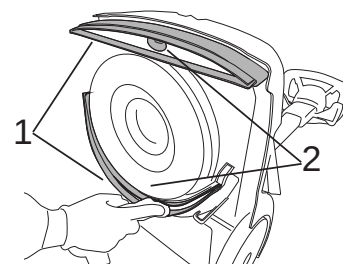

Fig.37
- Con un paño húmedo, limpie los labios de ambos secadores de suelo (Fig. 37, Ref. 1).
- Limpie el colector de aspiración de ambos secadores de suelo (Fig. 37-Ref. 2).